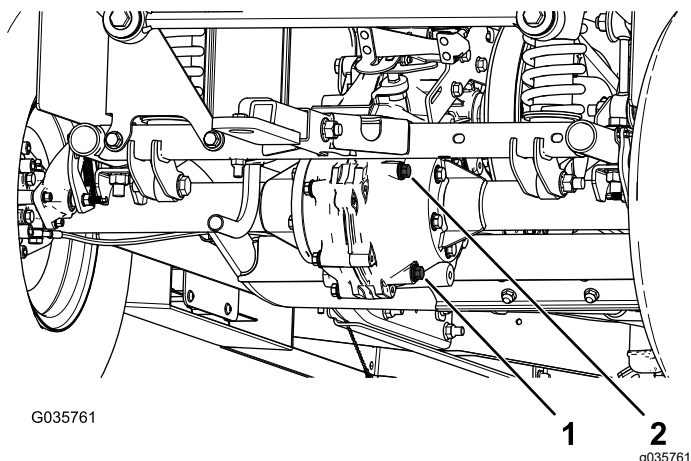

Figure 61
4. Enlevez le bouchon de remplissage de la boîte-pont (Figure 61).
5. Si le niveau de liquide est trop bas, enlevez le bouchon de remplissage et ajoutez le liquide spécifié jusqu'à ce qu'il ressorte par l'orifice (Figure 61).
1. Placez un bac de vidange sous le bouchon de vidange (Figure 61).
2. Enlevez le bouchon de remplissage et le joint (Figure 61).
3. Enlevez le bouchon de vidange et le joint et vidangez tout le liquide (Figure 61).